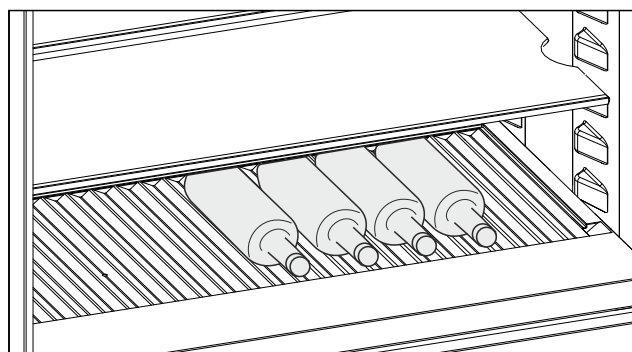

Fig. 154 Représentation à titre d'exemple
- Placer les bouteilles avec le fond orienté vers la paroi arrière de l'appareil. (voir Fig. 154)